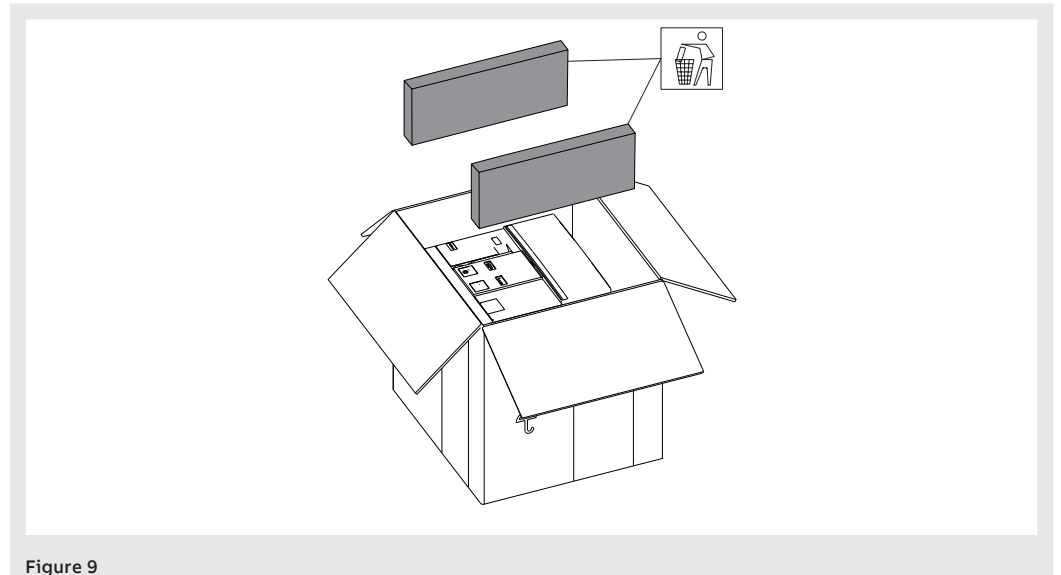

Figure 9
3. Enlever les protections latérales du carton de l'emballage. Voir Figure 9.